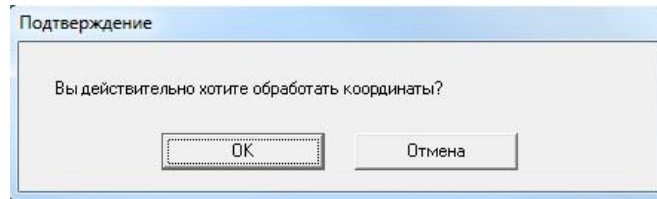

Рисунок 126 – Предупреждение о досрочной обработке координат
- 1) нажать кнопку . Программа сформирует предупреждение о выполнении операции обработки (см. Рисунок 126).